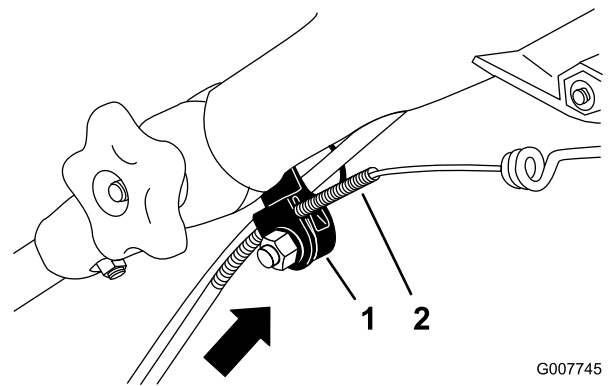

Figura 45
**Nota:** Puede colocar una regla contra el lado superior del soporte del cable negro para medir el desplazamiento del extremo superior de la cubierta del cable (Figura 45).